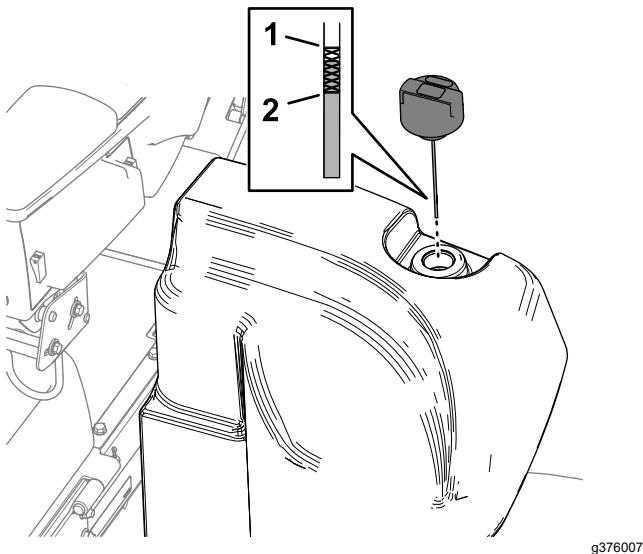

Рисунок 116
2. Очистите зону вокруг заливной горловины и крышки гидравлического бака (Рисунок 116).